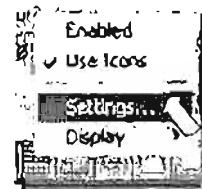

Рис. 1.33. Контекстное меню для вызова диалогового окна Drafting Setting
- Выберите в нем Settings (Настройки) (рис. 1.33)